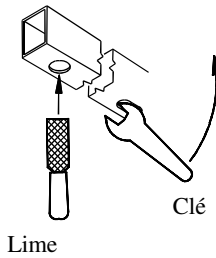

Figure 2
①	Qté (2)	Boulon de carrosserie 7/16-14 X 1.50 GR5	⑤	Qté (1)	Boulon en U 3/8 GR5
②	Qté (2)	Espaceur	⑥	Qté (2)	Rondelle conique 3/8
③	Qté (2)	Rondelle conique 7/16	⑦	Qté (2)	Écrou hexagonal 3/8
④	Qté (2)	Écrou hexagonal 7/16	⑧	Qté (2)	Fil de tirage 7/16
1. Abaisser l'isolateur en caoutchouc (2) sur les modèles à échappement simple, les isolateurs (4) sur les modèles à échappement double. Remarque : La vaporisation d'un lubrifiant ou d'eau savonneuse sur la tige du support métallique et l'isolateur en caoutchouc facilite l'enlèvement.
3. Vérifier si l'espaceur et le boulon de carrosserie peuvent passer dans le trou d'accès, sinon agrandir celui-ci en conséquence; l'illustration ci-dessus (Figure 2) indique deux manières d'y parvenir, la première à l'aide d'une lime, la seconde en écartant le métal en se servant d'une clé comme levier. **Agrandir le trou juste assez pour faire passer les pièces de visserie.**